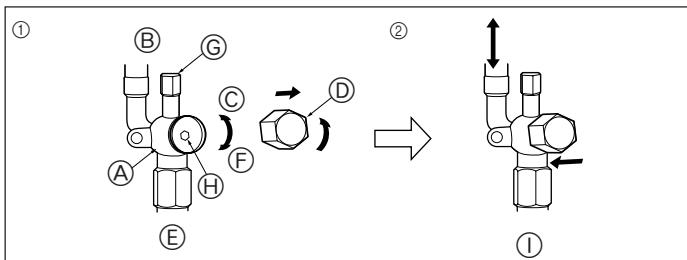

Fig. 5-6
5.5. Método de apertura de la válvula de retención (Fig. 5-6)